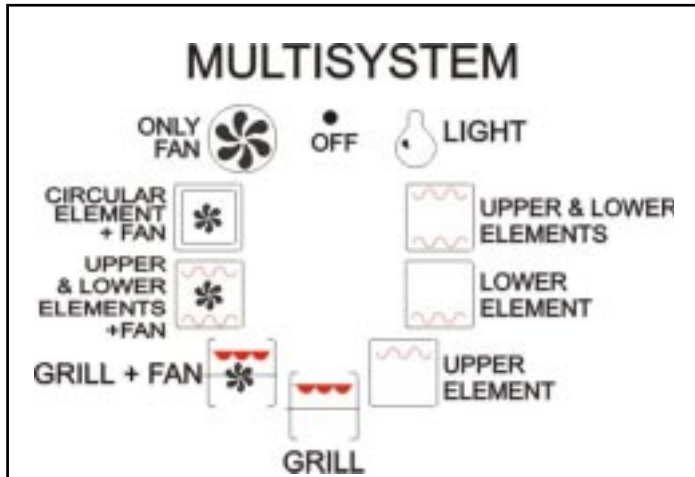

Abb. 6
- In den Backofen **HX-234** befinden sich 3 Heizwiderstände und ein Grill-Heizelement. Jeder einzelne Heizwiderstand hat eine sehr hohe Spannung. Der Wahlschalter dient zur Einstellung von verschiedenen Garverfahrensweise für alle mögliche Bedürfnisse. (Abb. 6) Das Grill-Heizelement dient zum Anbraten, Überbacken und Grillen der Speisen.